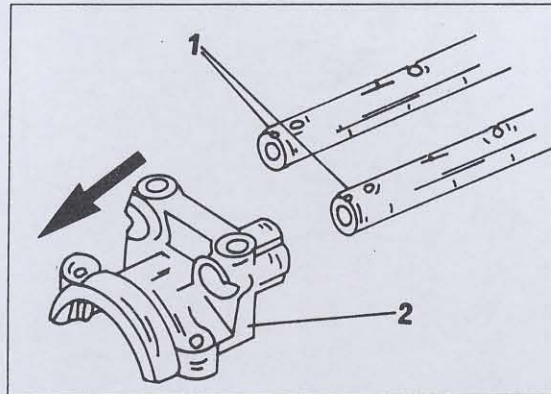

Bild 60
- Kontrollieren, dass der kleine Ausschnitt an der Vorderseite jeder Welle genau in der Mitte an der Oberseite steht, wie es in Bild 60 veranschaulicht ist.